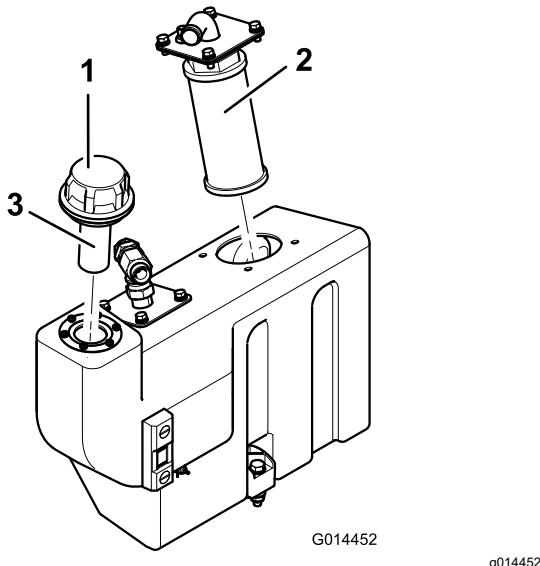

Bild 73
1. Nehmen Sie den Saugflansch des Ölbehälters ab, um an das Saugsieb zu gelangen (Bild 73).
2. Schrauben Sie das Sieb ab, nehmen Sie es heraus und reinigen Sie es mit Paraffin oder Petroleum, bevor Sie es wieder einsetzen (Bild 73).